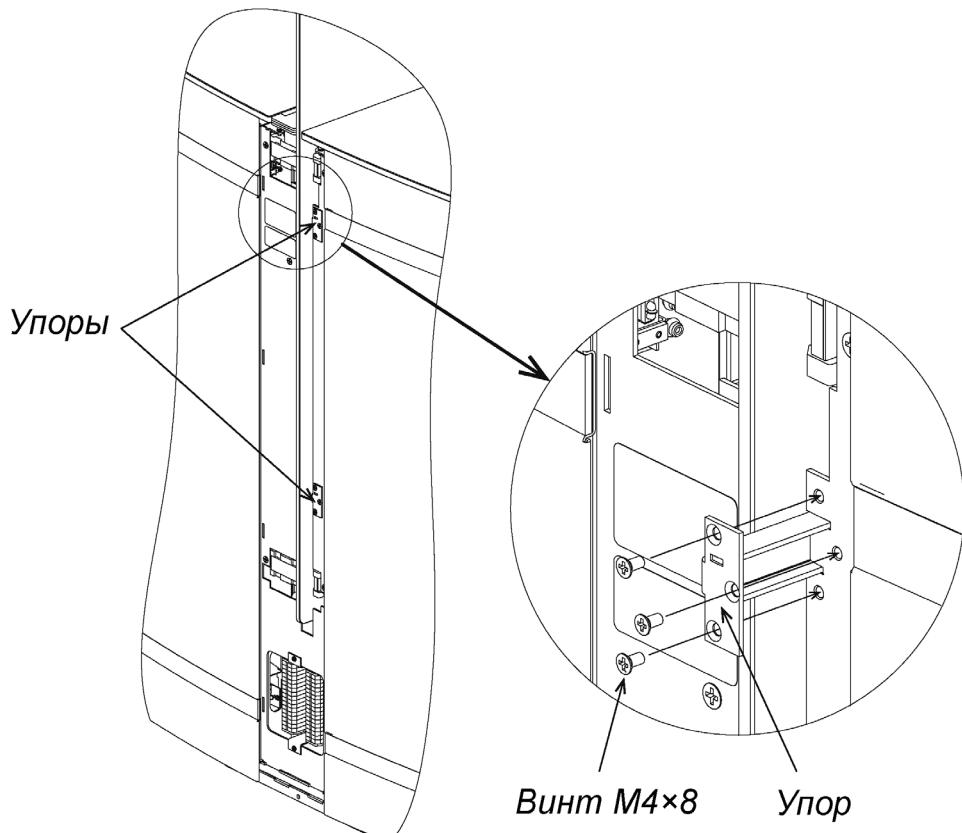

Рисунок 28. Установка упоров ограничителя вылета створки
2. Установите два специальных упора из комплекта поставки на корпус секции и закрепите каждый из них тремя винтами M4×8 (см. рис. 28):